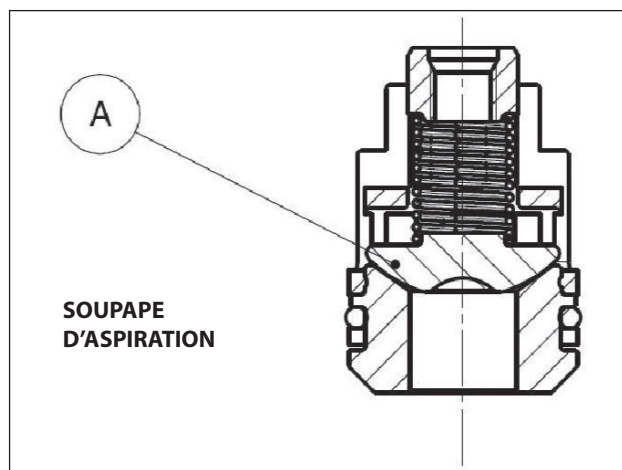
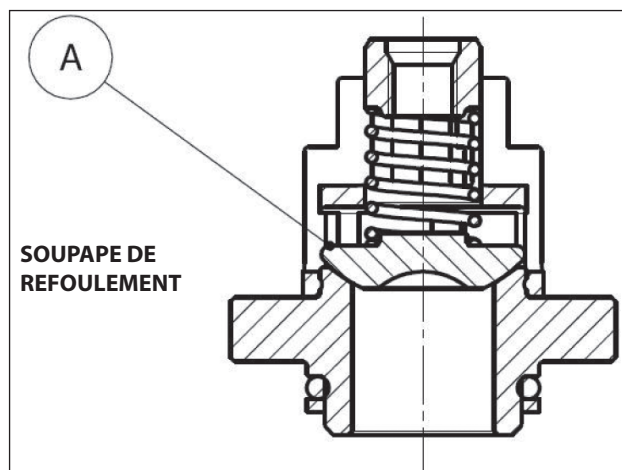

Fig. 26
Fig. 27
2. **Pour la version HF18 – WK355, faire également attention à ne pas inverser les soupapes sphériques d'aspiration avec celle de refoulement « A » (Fig. 26, Fig. 27), rep. vue éclatée 46, en suivant les explications figurant au chapitre 16 du *Manuel d'utilisation et d'entretien*.**